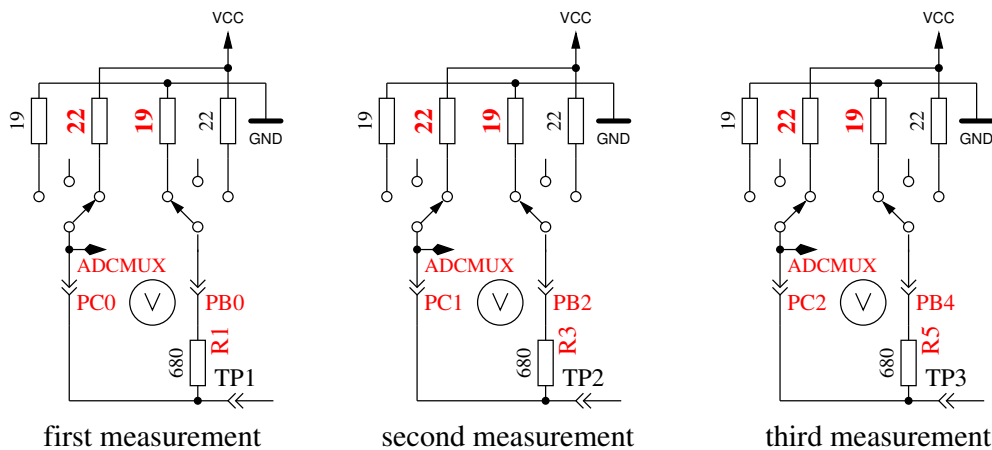

Abbildung 5.44: Messung des Innenwiderstandes des auf VCC geschalteten Port C Ausgängen.
8. **Messung des Innenwiderstandes von auf VCC geschalteten Port Ausgängen.** Der benötigte Strom wird von auf GND geschalteten 680Ω Widerständen geliefert. Es ist die gleiche Messung wie die in Test 7 zur anderen Seite, wie in Abbildung 5.44 gezeigt wird. Der Innenwiderstand wird wie folgt berechnet: $\text{Um den Strom zu berechnen: } (5001 - (\text{Ergebnis von Test 7}) - (\text{Ergebnis von Test 8})) / 680$. Die Widerstandswerte ergeben sich, wenn die gemessene Spannung durch diesen Strom dividiert wird. Der gefundene Mittelwert der Innenwiderstände der Ausgabe-Ports wird im EEprom festgehalten. Das Ergebnis für diesen Test wird dann in Zeile 1 mit dem Text „RI_Hi=“ in Ω angezeigt, der Innenwiderstand zur GND Seite wird in Zeile 2 mit dem Text „RI_Lo=“ angezeigt. Diese Werte stehen dann für weitere Messungen zur Verfügung.